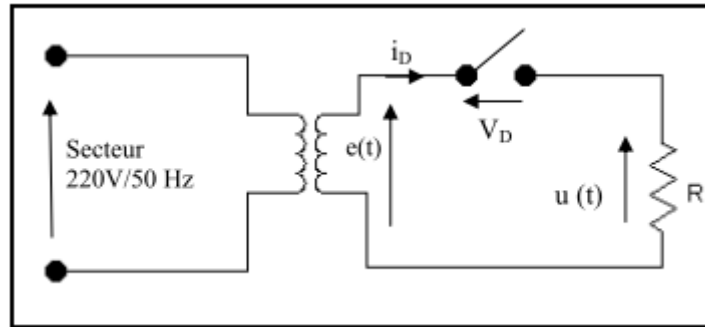

Fig. I.16
• **État bloquée de la diode** : à partir de l'instant correspondant à  $\theta = \pi$  (le courant  $i_D$  s'annule et a tendance à devenir négatif), la diode va basculer pour se bloquer :  $i_D = 0$  ; la configuration du circuit figure I-16 donne :